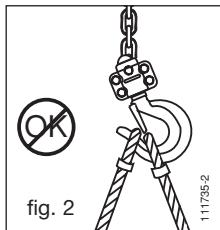

fig. 2
1. Controleer of de tralift™-takel correct op de ophanghaak opgehangen is (tek. 5, fig. 1) en of de veiligheidspal van de haak (tek. 6, fig. 1) goed gesloten is (zie fig. 2 en 3).